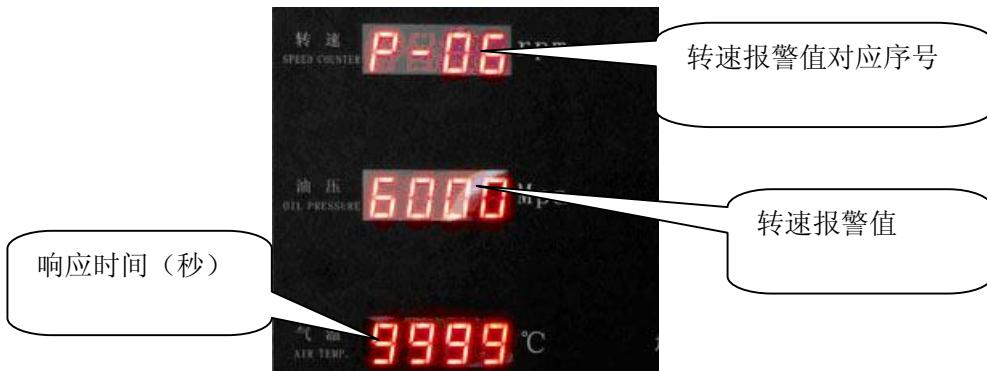

图 5.1.1
- 密码正确，进入参数查询状态。依次按“修改/计时”按钮，下翻到序号为P-06的界面（如下图5.1.1所示）（P-06：转速报警），按移位键，进入修改设定模式（数码管闪烁），转速报警参数对应数据的第一位数据开始闪烁，按“修改/计时”按钮修改闪烁数据，再按“移位”键，移动闪烁位，修改下一位数字。其余数字修改方法同上。